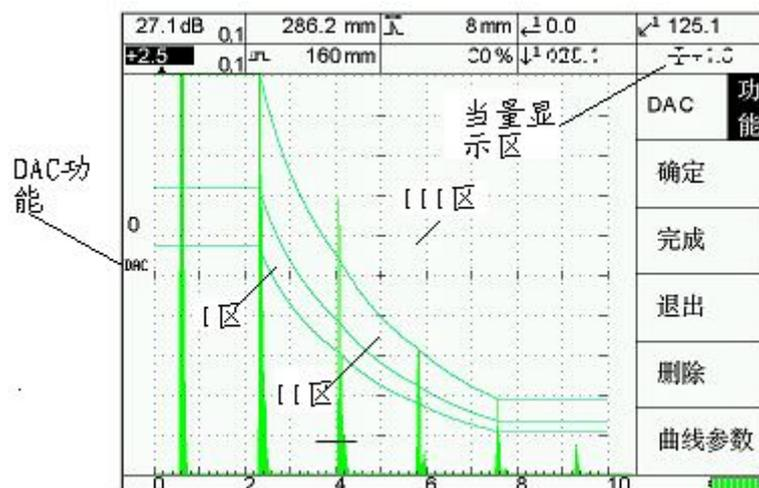

图 5-1
(1) 按[功能]-[B],进入图 5-1。在功能符号显示区显示 *DAC* 字样。